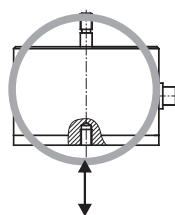
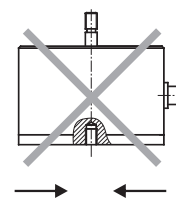

图2
图3
- 本机用于测试推力或拉力（图2），严禁在测试杆弯曲或者拧紧的方向用力（图3、4）；